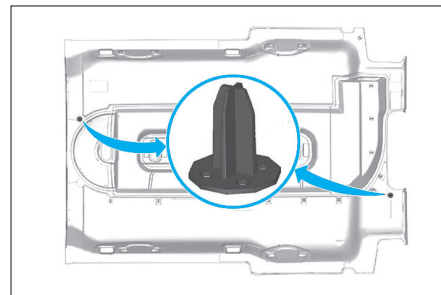

Fig. 53
- Positionner la garniture de pavillon arrière à l'aide des pions de centrage (Fig.53).